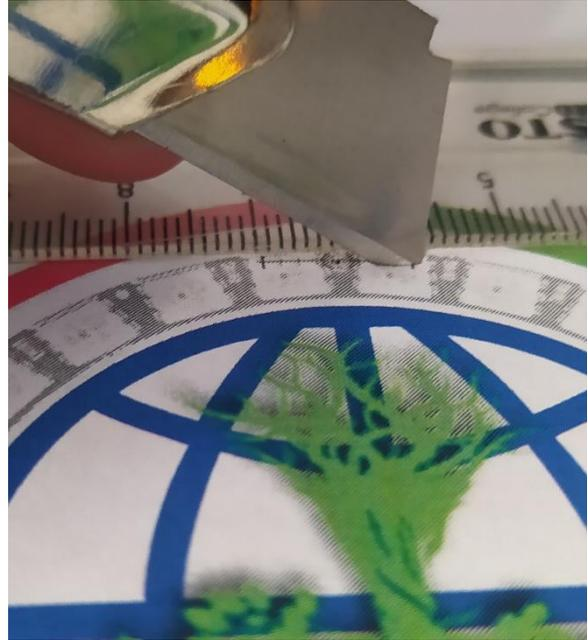

Abbildung 12 Schneiden entlang der Markierung
3. In einem weiteren Schritt wird das Blatt Papier an der gestrichelten Markierung eingeschnitten (vgl. Abb. 12).